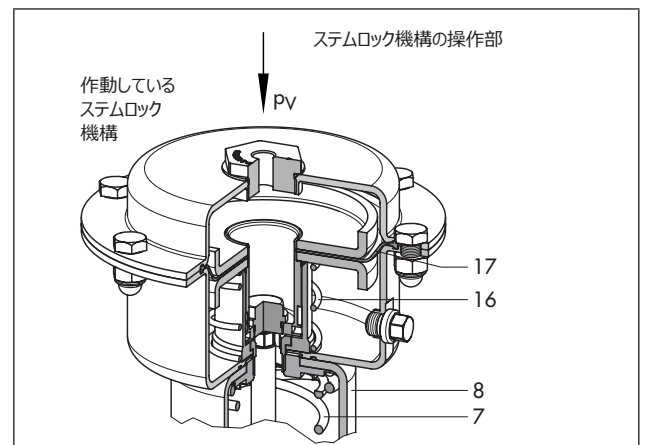
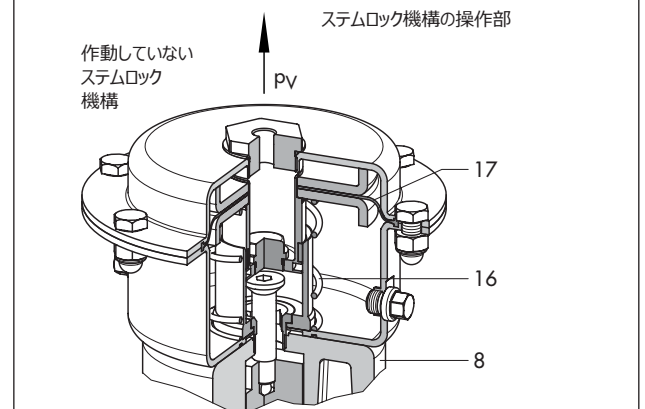

図 . 3.1 : 空気式ステムロック機構 : タイプ 2371-10/-11
図 . 3.2 : 空気式ステムロック機構 : タイプ 2371-10/-11
### 空気式ステムロック機構 (図 . 3.1 と 図 . 3.2 を参照)
ロックを解除して弁の制御機能を取り戻すには、圧力  $p_v (= 1 \text{ bar})$  をかけるのを止めます。ばね (16) が作動しているユニットを引き戻し、再度、弁軸を制御して動かすことができますようになります (図 . 3.2 を参照)。
ロックを解除して弁の制御機能を取り戻すには、圧力  $p_v (= 6 \text{ bar})$  をかけるのを止めます。ばね (16) が作動しているユニットを引き戻し、再度、弁軸を制御して動かすことができますようになります (図 . 3.2 を参照)。